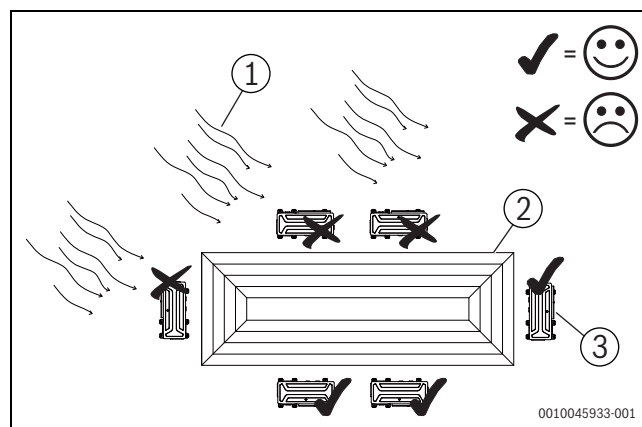

Fig. 88
- ▶ Si hay instalada una unidad exterior en un lugar expuesto con frecuencia a fuertes vientos como la costa o en una planta alta de un edificio, asegurarse de que el ventilador funcione normalmente utilizando un conducto o una pantalla de protección contra el viento (fig. 88)